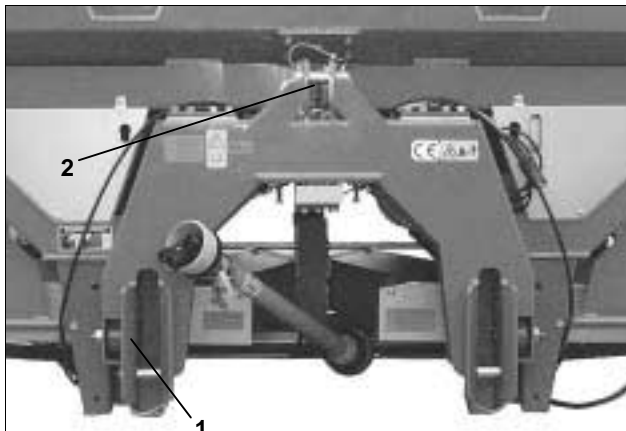

Fig.7
- Unterlenker des Schleppers auf Unterlenkerbolzen (Kat. III)(**Fig.7/1**) befestigen und mit Klappstecker sichern. Den Bolzen in die obere Bohrung der Unterlenkerkonsole stecken. Diese Unterlenkerkonsole weist serienmäßig einen zweiten Unterlenkeranschluß auf und ermöglicht einen um 180 mm höheren Anbau am Schlepper (z.B. zur Spätdüngung).
- Oberlenker mit Einsteckbolzen (Kat. III) (**Fig.7/2**) abstecken und mit Klappstecker sichern.